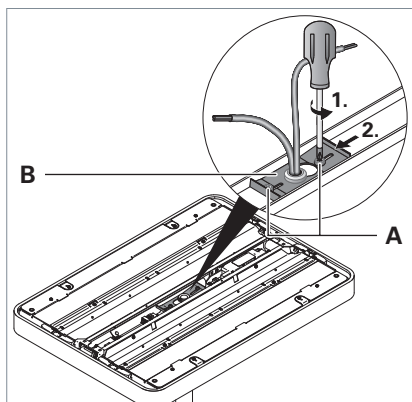

Fig. 21: Smontaggio della testa dell'apparecchio d'illuminazione con attacco centrale.
- Allentare le due viti **A** della piastra di supporto **B**, vedi Fig. 21.
- Spingere la piastra di supporto sul lato opposto fino all'arresto, vedi Fig. 21.